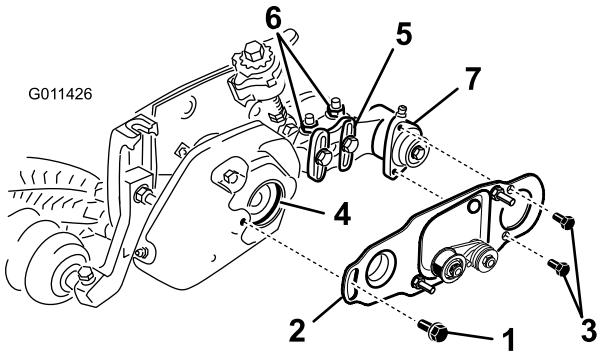

Figura 30
37. Allentate i bulloni che fissano la sede del cuscinetto della spazzola rotante alla staffa di montaggio della spazzola rotante (Figura 30).
38. Montate la piastra orientabile della spazzola rotante (Figura 30). Quando la sporgenza sulla piastra orientabile viene inserita nel gommino presente sul cavo di comando dell'elemento grooming, verificate che il gommino rimanga correttamente inserito nel cavo.
39. Spalmate del Loctite 242 (blu) sulle due viti a testa cilindrica da 5/16 x 5/8 poll. ed utilizzatele per montare la piastra della spazzola sulla sede del cuscinetto della spazzola rotante (Figura 30). Serrate le viti a testa cilindrica ad una coppia compresa tra 20 e 26 Nm.
- Allentate i due dadi di bloccaggio flangiati che fissano la staffa di montaggio della spazzola per rullo alla piastra laterale dell'apparato di taglio (Figura 30).
- Girate l'alloggiamento del cuscinetto della spazzola per rullo fin quando la piastra della spazzola non risulta parallela alla piastra laterale dell'apparato di taglio (Figura 30).
- Serrate i due dadi di bloccaggio flangiati che fissano la staffa di montaggio della spazzola rotante alla piastra laterale dell'apparato di taglio (Figura 30).
41. Spalmate del Loctite 242 (blu) sul bullone di spallamento (Figura 30). Con il bullone di spallamento, montate la piastra della spazzola sul cavo di comando dell'elemento grooming. (Fig. 29). Serrate il bullone ad una coppia compresa tra 20 e 26 Nm.